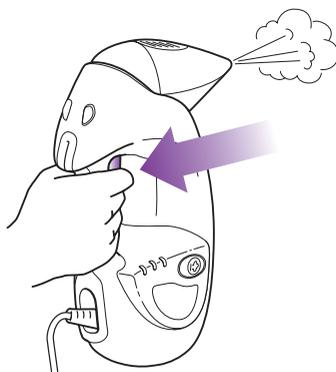

fig. 17
- 2 Puis, appuyez et maintenez enfoncée la gâchette de vapeur pour débiter l'émission de vapeur. Pendant que la gâchette de vapeur est appuyée et maintenue, le voyant lumineux de l'interrupteur **ON/STANDBY** (marche/veille) sera d'un bleu continu. Une fois relâchée, le voyant lumineux de l'interrupteur **ON/STANDBY** (marche/veille) se remettra à clignoter bleu. (fig. 17)